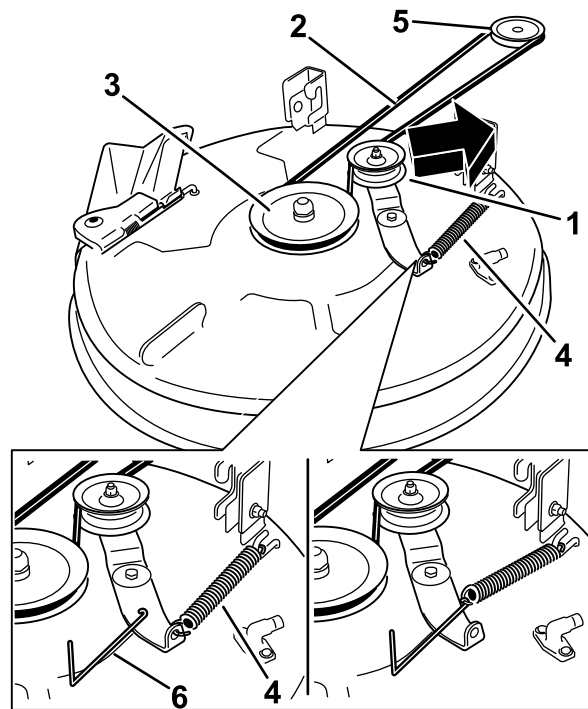

Figure 56
- À l'aide d'un outil de dépose de ressort (réf. Toro 92-5771), décrochez le ressort du crochet sur le tablier pour éliminer la tension sur la poulie de tension et déchaussez la courroie des poulies (Figure 56).
- Acheminez la courroie neuve autour de la poulie du moteur et des poulies du tablier de coupe (Figure 56).
- À l'aide d'un outil de dépose de ressort (réf. Toro 92-5771), accrochez le ressort au crochet situé sur le tablier, ce qui a pour effet d'exercer une tension sur la poulie de tension et la courroie du tablier de coupe (Figure 56).